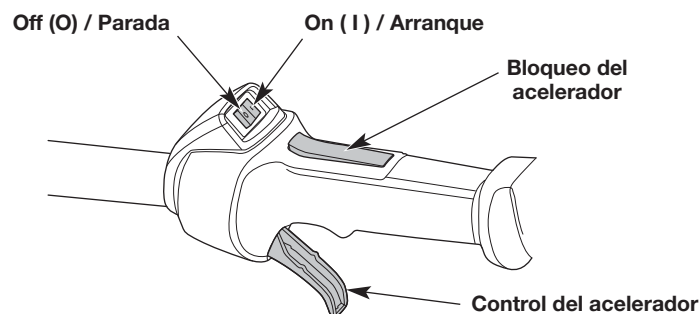

Fig. 8
**NOTA:** No es necesario encender la unidad. El interruptor de encendido/apagado está en la posición ON ( I ) (encendido) en todo momento (Fig. 8).
5. Oprima y mantenga apretado el bloqueo del acelerador (Fig. 8). Apriete y mantenga oprimido el control del acelerador (Fig. 8).
2. Oprima y mantenga apretado el interruptor de encendido/apagado en la posición OFF (O) (apagado) hasta que el motor se pare por completo (Fig. 8).
**NOTA:** No es necesario encender la unidad. El interruptor de encendido/apagado está en la posición ON (1) (encendido) en todo momento (Fig. 8).
6. Oprima y mantenga apretado el bloqueo del acelerador (Fig. 8). Apriete y mantenga oprimido el control del acelerador (Fig. 8).